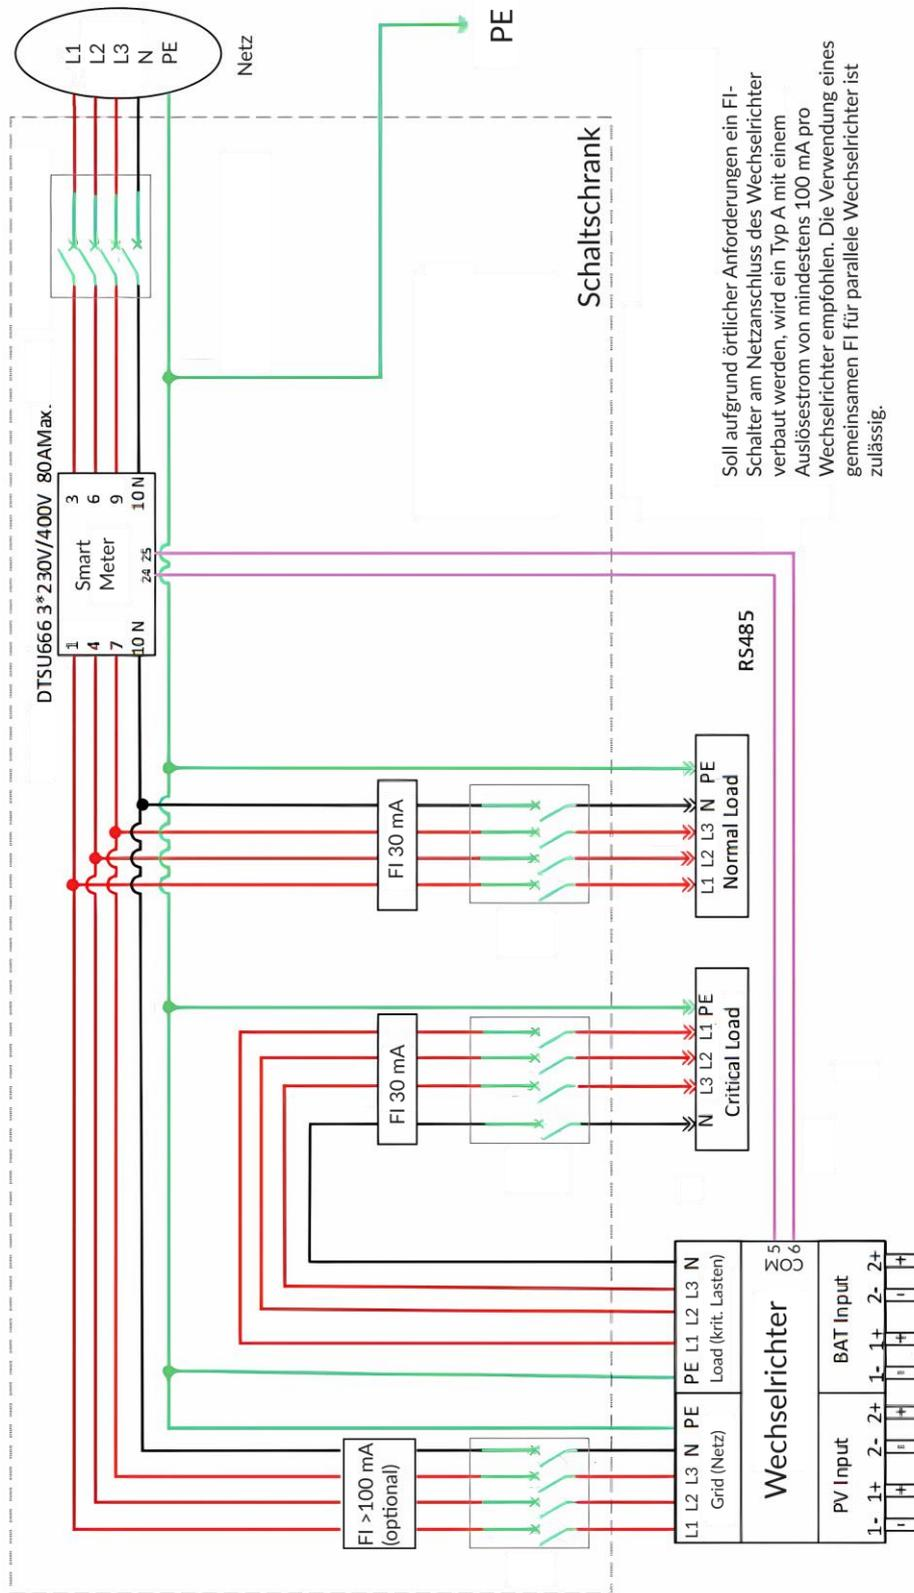

Abbildung 3: Schaltbild Hausnetz
- Empfohlene Lösung, siehe Abbildung 3
- Der Neutralleiter für am Load-Stecker angeschlossenen Stromkreise muss vollständig getrennt vom Neutralleiter auf der Grid-Seite ausgeführt werden. Es darf keine Verbindung am Wechselrichter vorbei geben, s. Abbildung 3